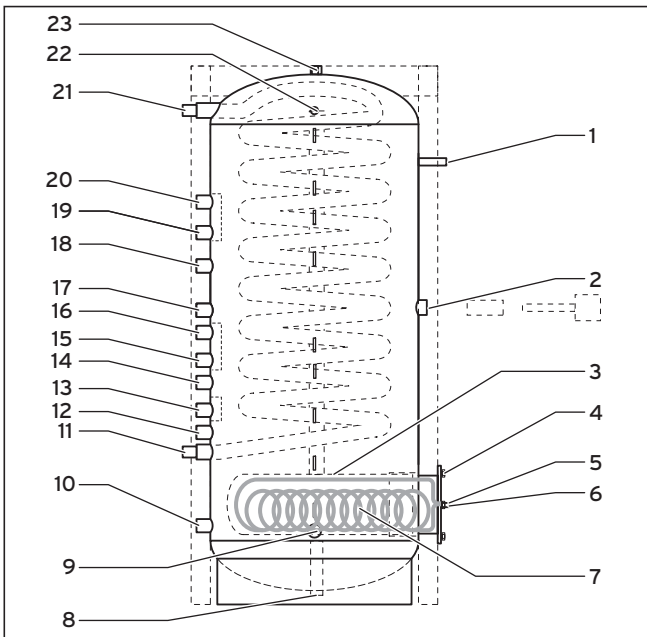

Abb. 2.4 Anschlüsse Verrohrung, Ansicht von links
**Die Anschlüsse des Speichers sind teilweise mit Einströmdämpfern versehen, sodass beim Einströmen des Wassers aus den Wärmequellenkreisen die Wärmeschichtung im Speicher nicht beeinflusst wird. Deshalb ist es wichtig, dass Sie die hier gezeigten Anschlussvorgaben (siehe Abb. 2.4) genau einhalten.**
Legende zu Abb. 2.4: